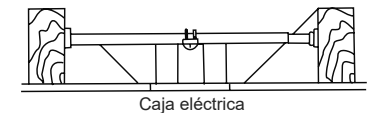

Fig. 4
**NOTA:** En función de la ubicación de instalación que hayas elegido, tal vez necesites comprar e instalar un fisoporte de vigafl para sostener l caja eléctrica. Asegúrate de que el soporte de viga que compres esté diseñado para usar con ventiladores de techo. **(Fig. 4)**